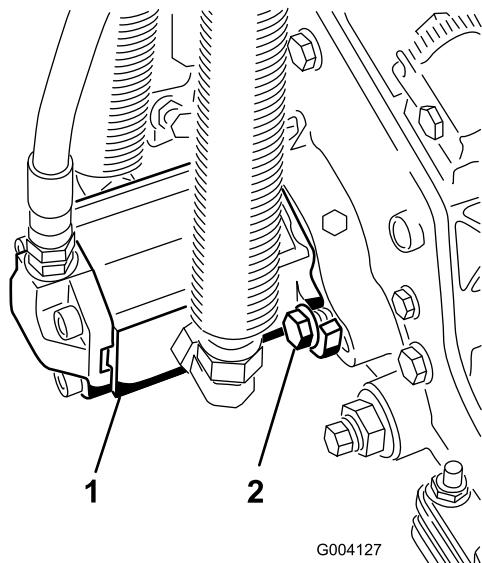

Figura 14
16. Instale el motor girándolo en el sentido de las agujas del reloj de modo que las bridales del motor no choquen con los pernos (Figura 14). Gire el motor en el sentido